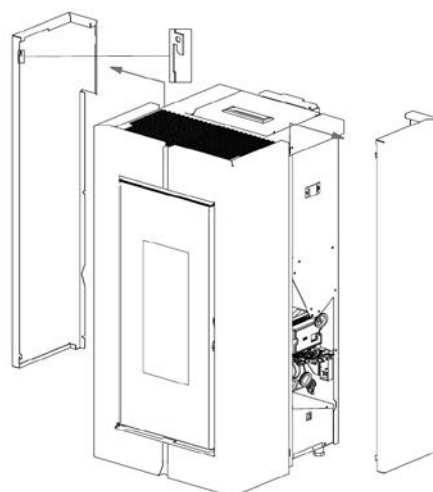

Fig. 53 - Sganciare fianchi
- Sganciare i fianchi posteriori (vedi **Fig. 53**).